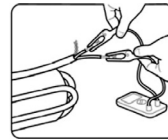

Рис. 1
- Измерьте и запишите исходное сопротивление каждого элемента (рис. 1).** Внесите данные о сопротивлении в гарантийный талон. Эти данные должны соответствовать заводским параметрам в пределах допустимого отклонения в диапазоне от - 5 до + 10 % указанного в паспортных данных (измерение сопротивления необходимо производить при + 20 °С). Сопротивление изоляции должно быть более 1 МОм. Если какое-либо из показаний не соответствует допустимому диапазону значений, свяжитесь с местным поставщиком.